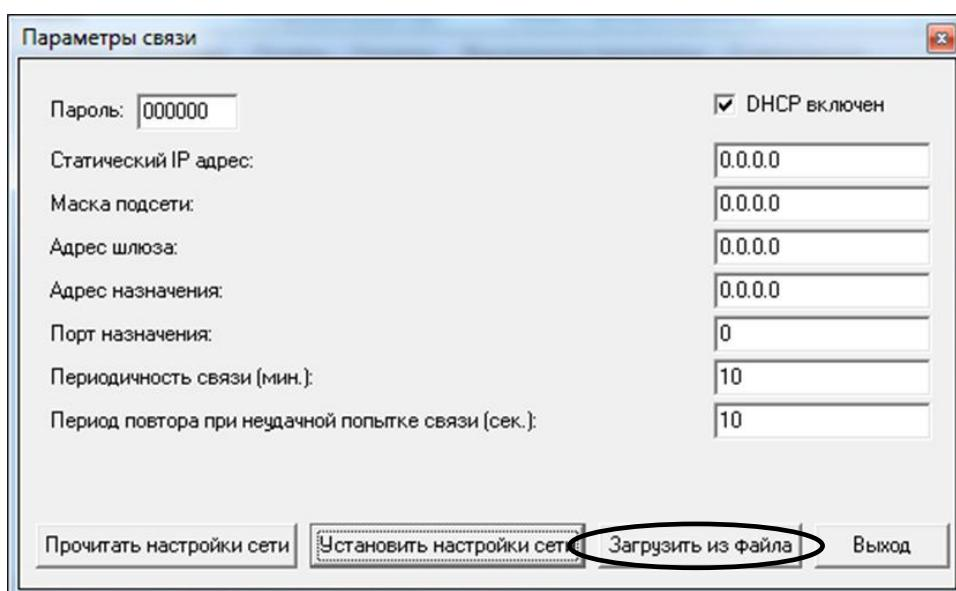
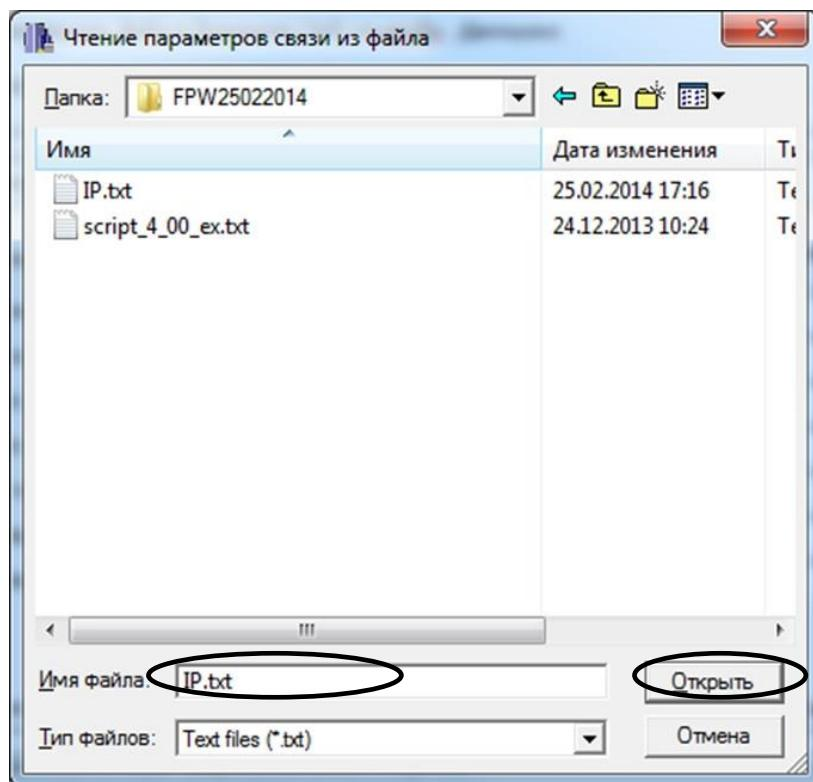

Рисунок 30
Рисунок 32
У вікні «Параметри зв'язку» з'являться параметри налаштування запрограмовані у пам'ять реєстратора (рисунок 30).
6.1.7 Для завантаження параметрів із текстового файлу натиснути кнопку «Загрузить из файла» (рисунок 30). У вікні, що з'явиться обрати файл з параметрами зв'язку реєстратора (рисунок 32). Натиснути «Открыть».